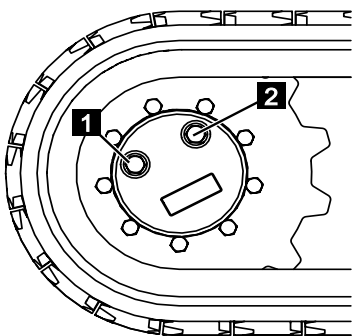

Fig. 175
4. Dévisser les raccords vissés (Fig.175/1 et 2).